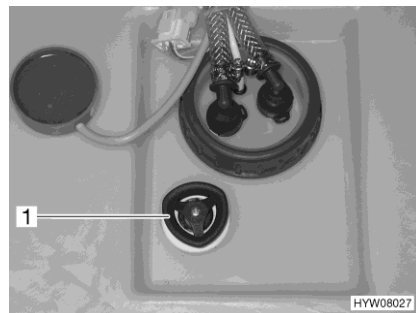

Fig. 158 Tirador giratorio (depósito de agua)
- En el depósito de agua, girar el tirador giratorio (Fig. 158,1) 3/4 de vuelta en sentido contrario a las agujas del reloj. El agua se saldrá hasta aprox. 20 litros.
- Girar el tirador giratorio (Fig. 158,1) sobre el depósito de agua en sentido de las agujas del reloj, hasta el tope.
- Girar el tirador giratorio (Fig. 158,1) del depósito de agua en sentido contrario a las agujas del reloj sobrepasando la resistencia, para abrir el orificio de salida completamente.